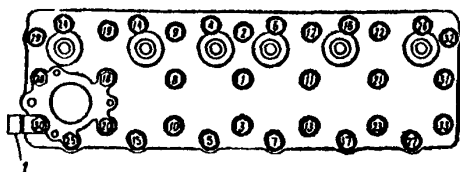

Рис. 5.28. Порядок затяжки гаек головки цилиндров и установка скобы крепления сливного шланга из испарителя автомобилей ГАЗ-52-07 и ГАЗ-52-08
2) перед креплением головки цилиндров необходимо установить все детали, крепящиеся под её гайками, а именно: тягу управления сливным краником с кронштейном, кронштейн оболочек тяг воздушной заслонки и ручного управления акселератором, кронштейн маслосливной горловины, скобу крепления вытяжной трубы вентиляции картера, скобу крепления трубки вакуумрегулятора, скобу I (рис.5.28) крепления сливного шланга от испарителя к радиатору 53-1014071-Г;
Затяжку гаек - шпилек крепления головки цилиндров производить моментом в пределах 6,7 - 7,2 кгс м в порядке, указанном на рис.5.28.